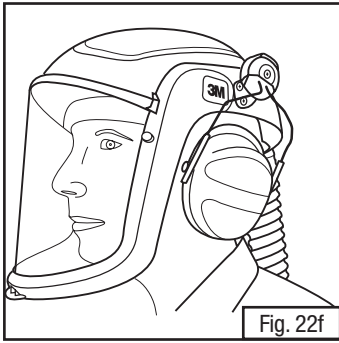

Fig. 22f
- **Utilisation :** Lorsqu'elles sont utilisées, les sangles doivent être poussées complètement à l'intérieur, jusqu'à ce qu'un bruit de clic se fasse entendre (Fig. 22f). Les coquilles coussinées doivent envelopper complètement les oreilles être bien scellées contre la tête. Pour un meilleur rendement d'atténuation, tirer vers l'arrière les cheveux qui se trouvent sous les oreilles de façon à ce que les coquilles soient près de la tête.